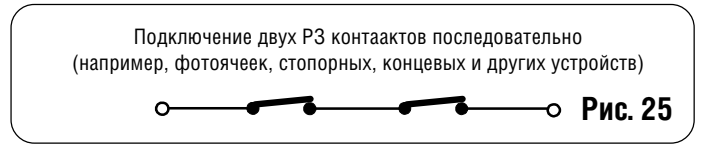

Рис. 25
**Н.В.** Если два или несколько защитных устройств исполняют одинаковую функцию (открывание, закрывание, открытие и закрывание, концевое срабатывание), контакты следует соединять последовательно (рис. 25).
(клемма 3): Цель защитных устройств защитить зону открывания полотна ворот. При открывании по схемам А-АP-S-E-EP устройства реверсируют движение створок, останавливают или снова запускают движение после сброса блокировки (см. расширенное программирование в главе 5.5.2). Они прерывают движение в цикле открывания в схемах В и С. Никогда не работают в цикле закрывания. Если одно защитное устройство закрывания работает, когда створки закрыты, они не дают им открыться. Несколько защитных устройств с НЗ контактами подключаются последовательно (рис. 25)
Несколько защитных устройств с НЗ контактами подключаются последовательно (рис. 25)
**STOP** – контакт **СТОП** (клемма 5): любого устройства (например, кнопки) при размыкании контакта останавливает движение ворот. При установке нескольких устройств **СТОП** контакты НЗ подключаются последовательно (рис. 25)